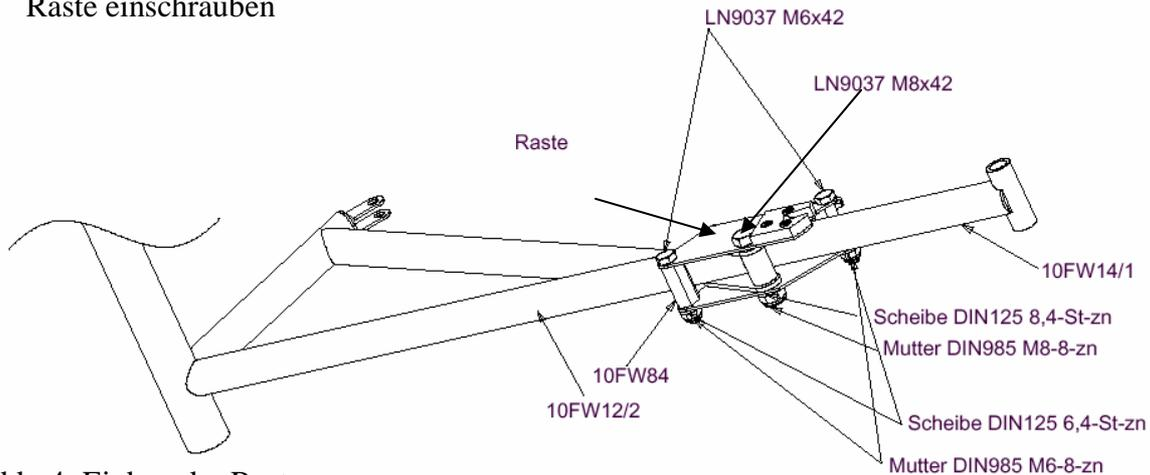

Abb. 4: Einbau der Raste
- Raste über die Laschen von Teil 10FW12/2 schieben, Schraube LN9037 M8x42 einbauen, von innen nach außen entsprechend Abb. 4. Falls bereits ein Gewindestift (Madenschraube) DIN913 M5x8 in die Raste eingeschraubt ist, so muss dieser ausgebaut werden.
- Sechskant 10FW84 (mit exzentrischer Bohrung) entsprechend Abb. 4 in die Raste einbauen. Darauf achten, dass alle Schrauben von innen nach außen montiert werden. Fahrwerksstreben in die Verknüpfung drücken. Den Sechskant so weit verdrehen, dass die vordere Schraube LN9037 M6x42 des U-Blechs der Raste gerade nicht auf dem Rohr von 10FW14/1 aufliegt (eine Schlüssel­fläche des Sechskants muss auf dem Rohr von 10FW12/2 aufliegen!). Loctite 243 auf den Gewindestift angeben und diesen bis zum Anschlag in die Raste einschrauben